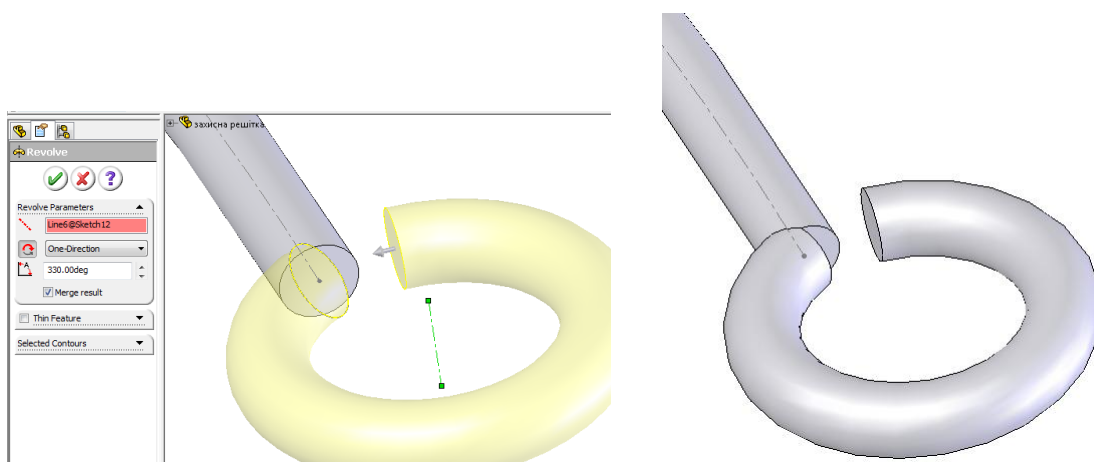

Рис. 6.2.8. Скоба
9. Створіть елемент шляхом обертання на 330 градусів. Результат на рис. 6.2.8